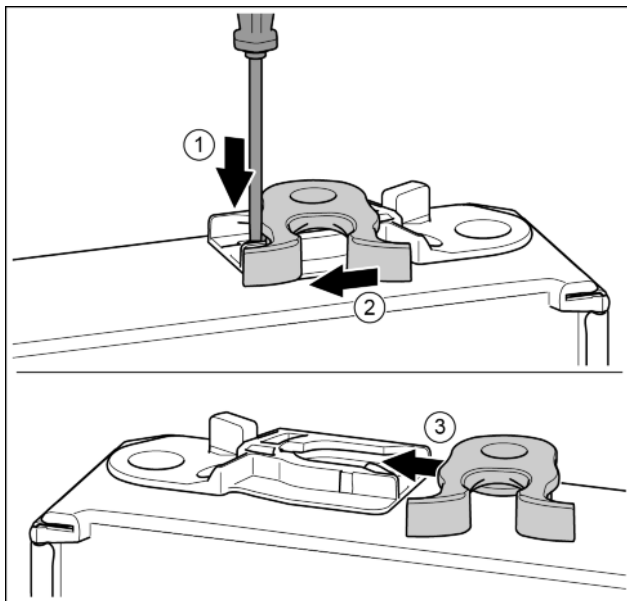

Fig. 15
- ▶ Con un cacciavite spingere la linguetta verso il basso. Fig. 15 (1)
- ▶ Estrarre il gancio di chiusura dalla guida. Fig. 15 (2)
- ▶ Spingere il gancio di chiusura sull'altro lato nella guida. Fig. 15 (3)